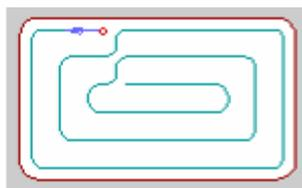

Рис. 19. Тип обработки «Обратная эквидистанта»
2. **Обратная эквидистанта** (рис. 19) — эквидистантная обработка от границ конструктивного элемента к центру. Используется для обработки КЭ «Плоскость».